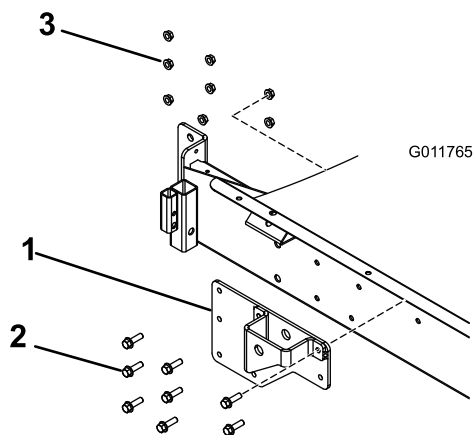

Figure 3
4. Montez les supports de vérin droit et gauche sur le patin de la cuve, comme illustré à la Figure 3. Fixez chaque support au bâti au moyen de huit boulons (3/8 x 1-1/4 pouces) et écrous à embase (3/8 pouce).